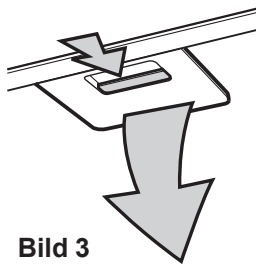

Bild 3
- Schieben Sie den Metallfettfilter zuerst zur Rückseite des Gerätes hin und ziehen Sie ihn dann nach unten heraus. **Bild 3.**